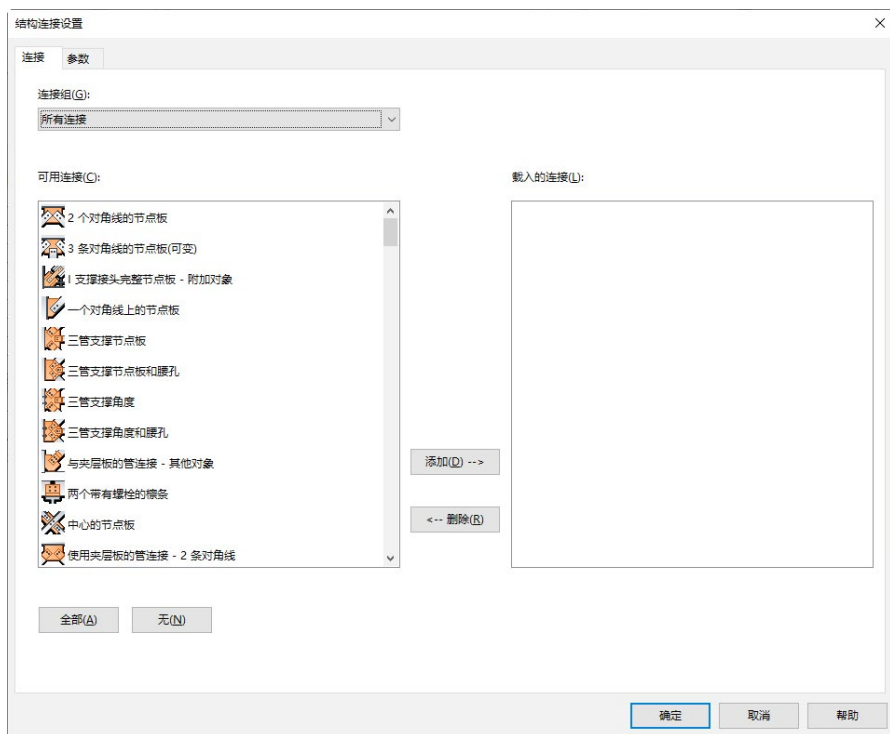

图 8-41 “结构连接设置”对话框
(1) 单击“结构”选项卡“连接”面板中的“连接设置”按钮，打开“结构连接设置”对话框，如图 8-41 所示。